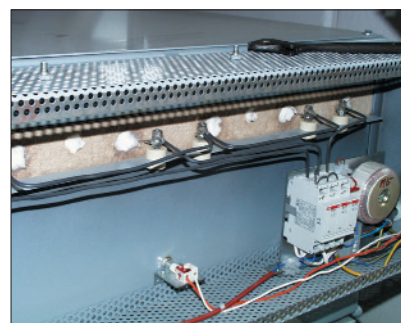

Fig. 1
2. Sidoplåtarna (IR6090) samt fram- och bakplåten (IR90120) tas av på ugnen. Nu kan man komma åt elementklämmor och ugnens elektriska delar. Överst syns elementklämmorna/bultarna, i mitten termoelementet och i botten sitter reläplattan placerad (fig.1).